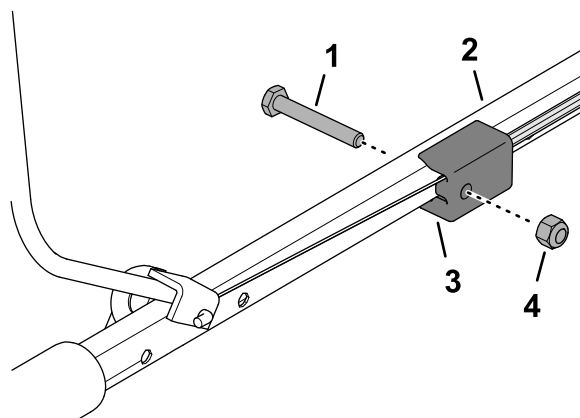

Figura 13
5. Fissate il raccordo della stegola alla stegola superiore (Figura 13) con il bullone ( $\frac{1}{4}$ " x  $1\frac{3}{4}$ " e il dado di bloccaggio ( $\frac{1}{4}$ ").